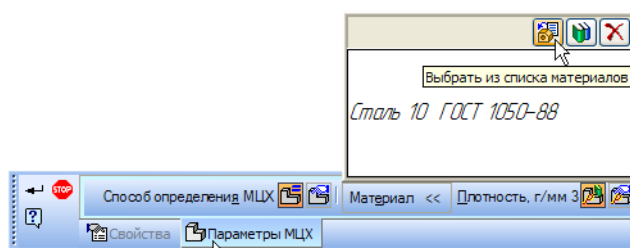

Рис. 13.
15. Для определения материала, из которого изготовлена деталь, откройте закладку *Параметры МЦХ*. На панели *Наименование материала* нажмите кнопку *Выбрать из списка материалов*. По умолчанию система предлагает *Сталь 10*. Если нужна другая марка, то следует выбрать из списка материалов, как показано на рис. 13.